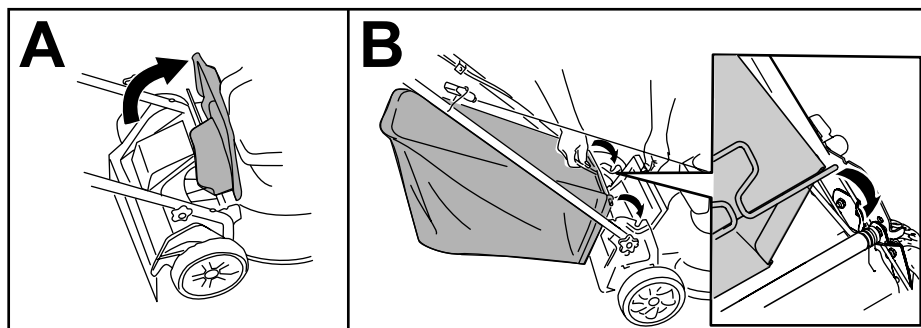

Figure 11
1. Soulevez le déflecteur arrière (A de Figure 11).
2. Insérez les extrémités de la tige du bac à herbe dans les crans des supports du guidon (B de Figure 11).